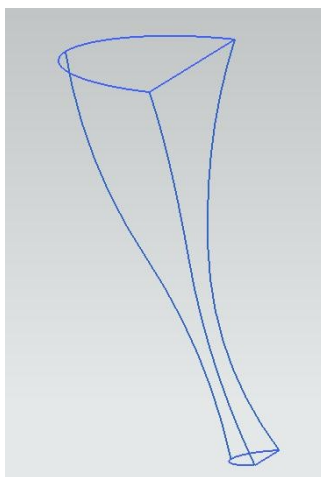
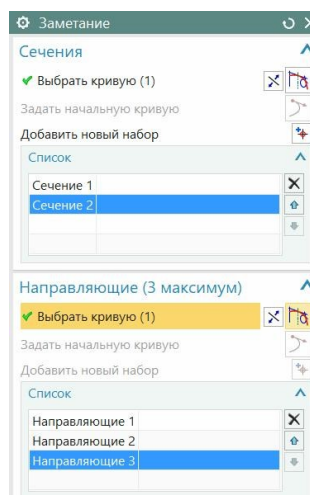

рис.21
рис.22
- Естественно, в этом случае необходимо построить предварительные сечения и кривые. Эти построения в конечном итоге и определяют качество итоговой поверхности. Эти предварительные построения и составляют главную трудность. Но если все линии уже построены (рис.21), то далее остается только грамотно применить команду «Заметание» (рис.22,23).